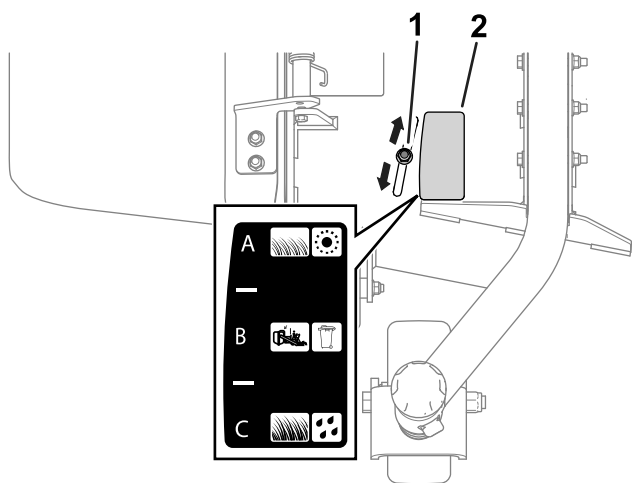

図 16
2. ナットをゆるめる 図 16。
フローバッフルの各位置の説明を以下に挙げます。図 16 に示すバッフルの各位置 A, B, C はデカルの絵と同じです。